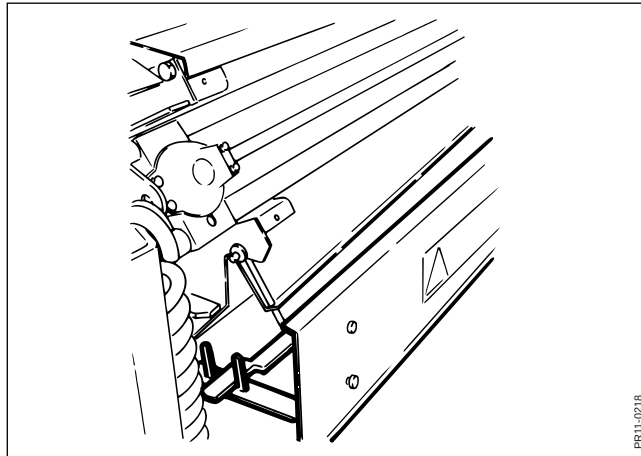

Fig. 4-14
- Fig. 4-14** 2. Skærm mellem slibeapparat og rotor sænkes ned, så der er frit mellem apparatet og rotoren.